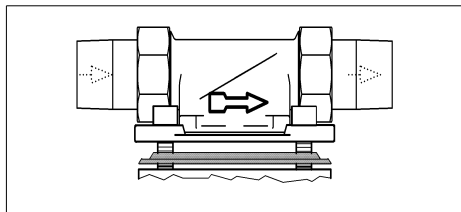

Fig. 1 : Bride rotative de montage
- sens d'écoulement (cf. fig. 1)
Il faut que la bride rotative de montage soit installée dans le sens de l'écoulement. Celui-ci est indiqué par la flèche à empreinte coulée (cf. fig. 1).
La flèche à empreinte coulée de la bride rotative de montage doit coïncider avec le sens d'écoulement de l'eau (cf. fig. 1).